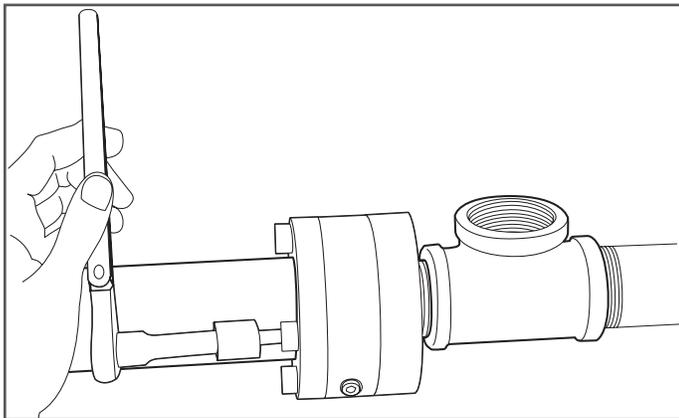

Figura 7-22
23. Ajuste todos los tornillos con cabeza en patrón alternado a los valores de torque indicados en la Tabla 3. (Figura 7-22)